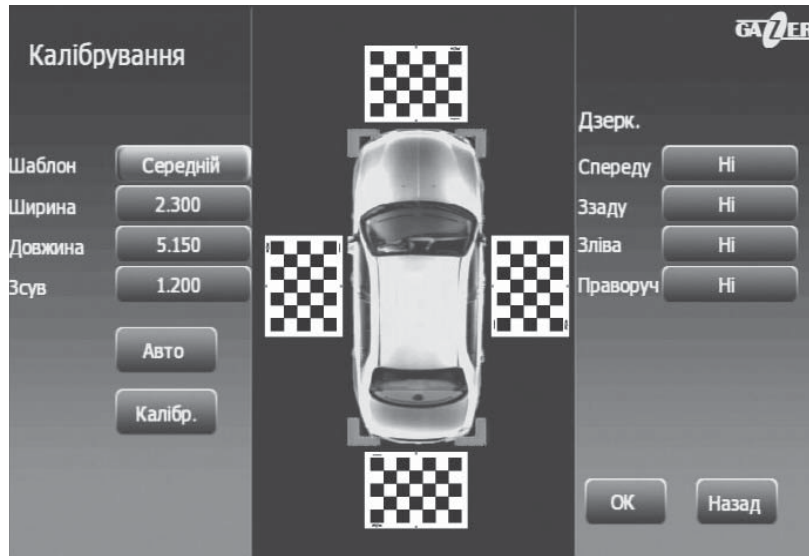

Рис. 9
5. Після налаштування огляду камер поверніться в попереднє меню, використовуючи кнопку «Назад» на пульті ДК. У відповідні поля введіть значення L (Довжина), W (Ширина), P (Зсув) відповідно до Ваших даних, потім оберіть пункт меню «Авто» (Рис. 9). Якщо калібрування здійснено успішно, на екрані буде відображено панорамне зображення автомобіля в ракурсі «вид зверху», без сліпих зон (Рис. 9).